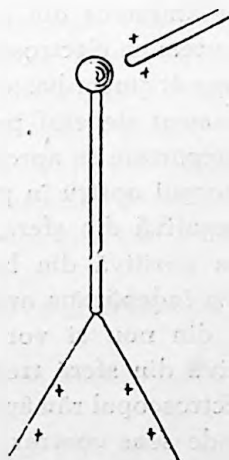

Fig. 21
**Experiență.** — Apropiem de sfera electroscopului dar fără s'o atingem, (fig. 21) un baston de sticlă încărcat pozitiv și vom observa că foițele metalice se depărtează între ele. Dacă foițele se depărtează, însemnează că ele sunt încărcate cu acelaș fel de electricitate. Dar de unde a venit electricitatea în foițe? Nu putea să treacă electricitatea dela baston, căci nu l-am pus în contact cu sfera. Trebuie să admitem că în conductorul electroscopului existau ambele feluri de electricități, în cantități egale, dar amestecate între ele. Când apropiem bastonul de sticlă, electricitatea pozitivă din el, separă cele 2 feluri de electricități, atrăgând în sferă pe cea de sens contrar (negativă) și respingând în foițe pe cea pozitivă. Dacă depărtăm bastonul de sticlă, foițele metalice se vor apropia, căci cele 2 feluri de electricități de sens contrar se vor amesteca din nou, nema mai având cine să le separe. Dacă vrem ca electroscopul să rămâie încărcat cu electricitate, în timp cât ținem bastonul lângă sfera electroscopului, punem un moment degetul pe sferă și vedem că foițele ce se găseau depărtate se apropie, căci electricitatea din ele se scurge prin corpul nostru în pământ. Nu se poate scurge electricitatea negativă din sferă, căci ea este ținută pe loc de electricitatea pozitivă din baston. După ce ridicăm degetul după sferă și îndepărtăm apoi și bastonul, atunci foițele se vor depărta din nou și vor rămâne depărtate, căci electricitatea negativă din sferă trece și în foițe.